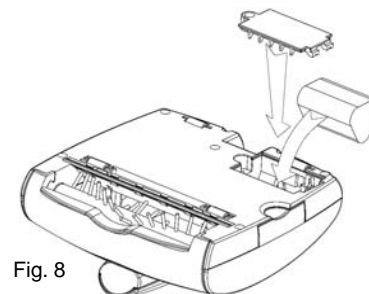

Fig. 8
3. Extraiga el paquete de pilas viejo y desconéctelo de la unidad (Fig. 8).